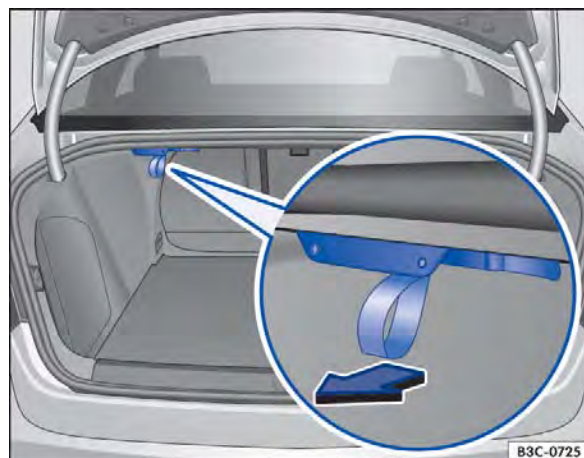

Fig. 99 No compartimento de bagagem: ganchos para sacolas (variante 2).
- Puxar o gancho para sacolas segurando-o pela alça no sentido da seta ⇒ Fig. 99.